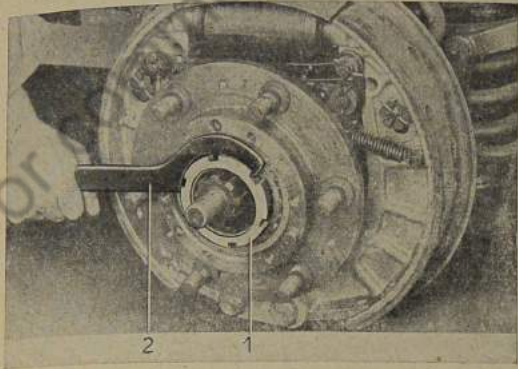

Bild 758: Nutmutter abschrauben
8. Nutmutter mit Hakenschlüssel abschrauben (Bild 758).